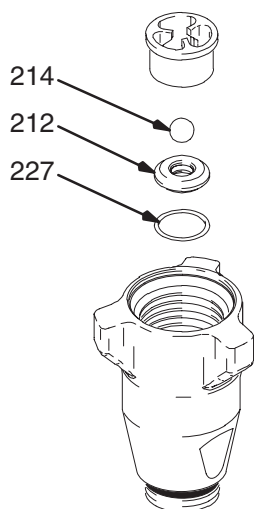

Fig. 19
Fig. 19. Remonter un nouveau joint torique (227), un nouveau siège (212) et une nouvelle bille (214) sur la vanne d'admission. On peut retourner le siège et utiliser l'autre côté. Nettoyer le siège avec soin.